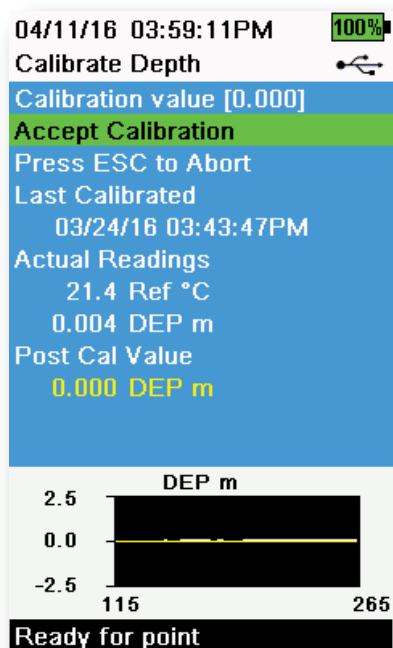

Abbildung 47 Tiefe kalibrieren
3. Überwachen Sie die tatsächlichen Messwerte auf Stabilität (weiße Linie im Diagramm weist innerhalb von 40 Sekunden keine wesentliche Änderung an.) Erst dann bestätigen Sie mit **Kalibrierung akzeptieren** (Abbildung 47).